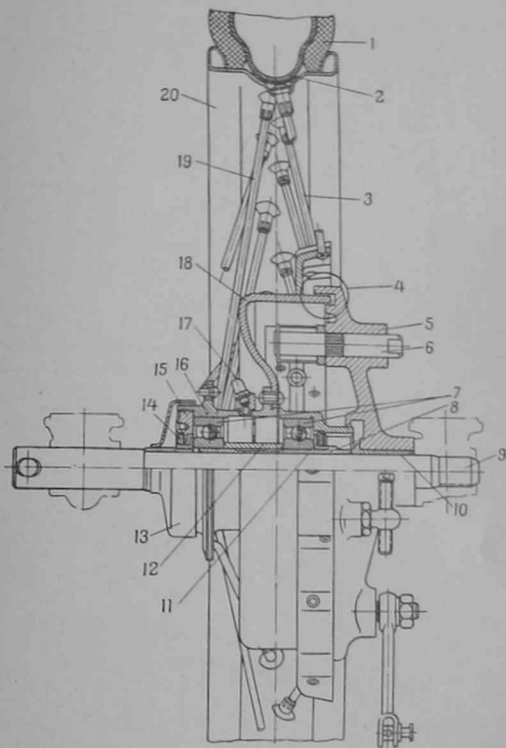

Рис. 40. Колесо выпуска начиная с 1954 г.:
**Особенности колеса модели 1954 г.** С 1954 г. устанавливаются усиленные колеса новой конструкции (рис. 40). Отличительные особенности новых колес: установлены более надежные подшипники № 207 вместо подшипников № 204, в связи с чем размеры ступицы колеса увеличены; изменена конфигурация тормозного барабана и его крышки; крышка 5 в сборе с тормозным барабаном 18 образует лабиринтное уплотнение 4, предотвращающее попадание грязи в полость тормозного барабана; сальниковое уплотнение выполнено более надежным, размеры гайки 15 подшипника увеличены; ступица колеса со стороны гайки подшипника закрывается крышкой 13, которая предохраняет ступицу от пыли и грязи.
На колясках, имеющих стержневую (торсионную) подвеску, колеса устанавливаются без промежуточных втулок 8 (рис. 40); на время постановки колеса на коляску втулки вынимают из ступицы колеса и хранят в инструментальной сумке.